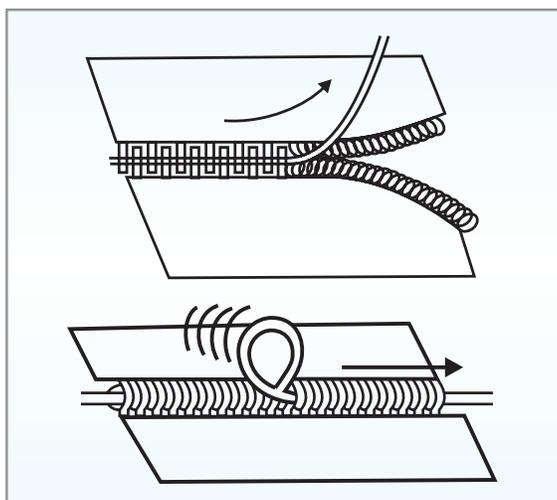

Figura 4: Método de costura
- 5 Sempre inicie a colocação do cabo da emenda no lado onde está instalado o apalpador. Isso irá garantir que as laterais da emenda ficarão alinhadas, resultando em uma lateral uniforme e contínua para o apalpador. Em caso de dificuldades em colocar a agulha de metal pela emenda, use o método de costura que, conforme a figura 4, pode ser utilizado quantas vezes for necessário até que a emenda esteja completamente fechada;